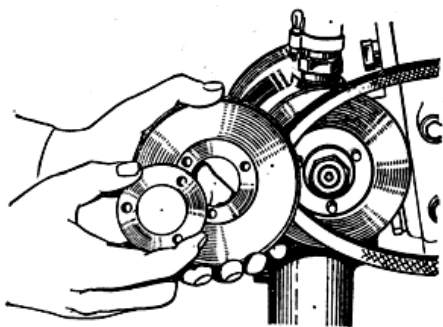

Рис. 2.11. Снятие регулировочных прокладок.
- снимите одну - две регулировочные прокладки (рис. 2.11);